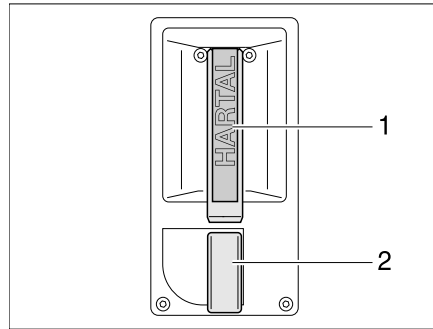

Bild 36 Türschloss Eingangstür, innen
- Am Griff (Bild 36,1) ziehen. Das Türschloss wird entriegelt.
- Den Sicherungsknopf (Bild 36,2) im Uhrzeigersinn drehen.